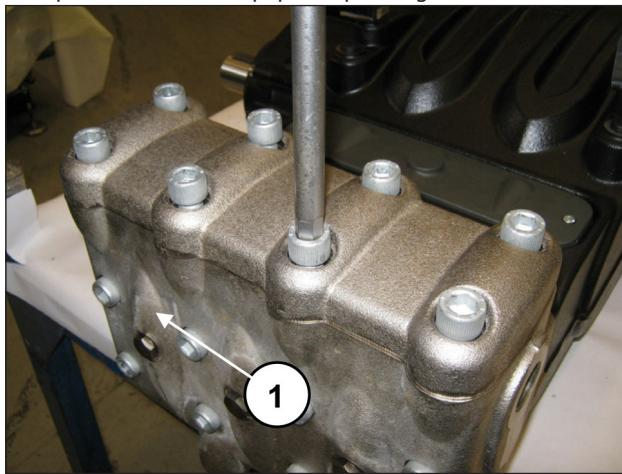
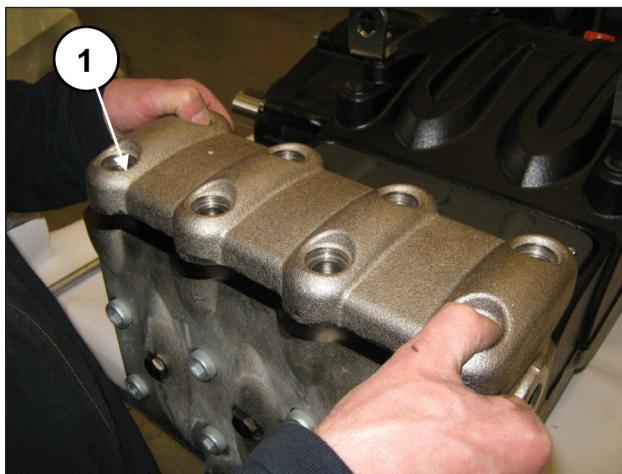

Fig. 96
Fig. 97
Dévisser les 8 vis M16x55 du couvre-soupapes (rep. ①, Fig. 96) et déposer le couvre-soupapes (rep. ①, Fig. 97).